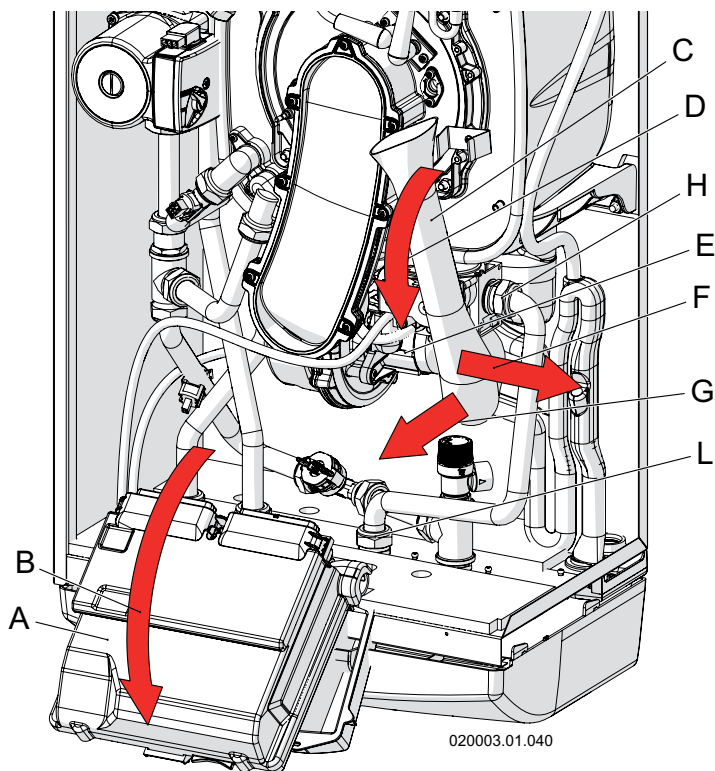

Figura 6-3 - Smontaggio collettore aria
- 13 - Togliere il collettore aria avendo cura di ruotarlo esternamente, quindi sfilarlo dall'imbocco del ventilatore (vedi figura 6-3, particolare "C");
- 14 - Smontare il tubo di ingresso del gas tramite i due raccordi (vedi figura 6-3, particolari "H" e "L");
19. - Rimontare il tubo di alimentazione gas tramite i due raccordi (vedi figura 6-3, particolari "H" e "L");
20. - Rimontare il collettore aria (vedi figura 6-3, particolare "C");